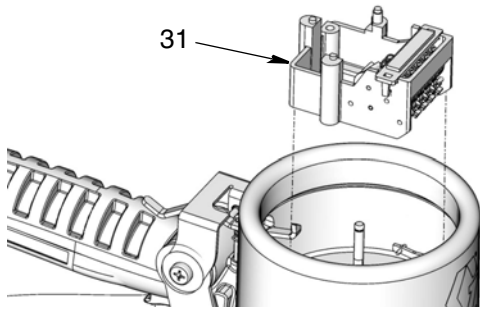

FIG. 30
6. Déposer tout l'ensemble de comptage (31) (FIG. 30).